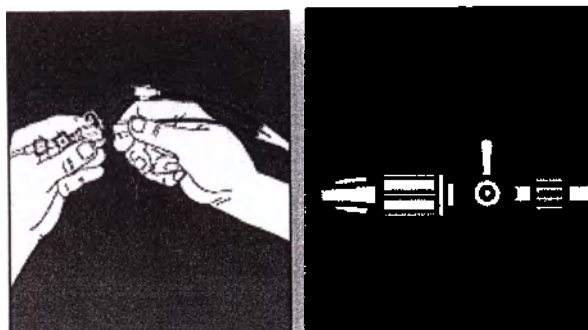

Рис. 5
4. Присоедините белый переходник баллон-дилататора к клапану прибора, для полной фиксации закрутите его по часовой стрелке (рис.5).